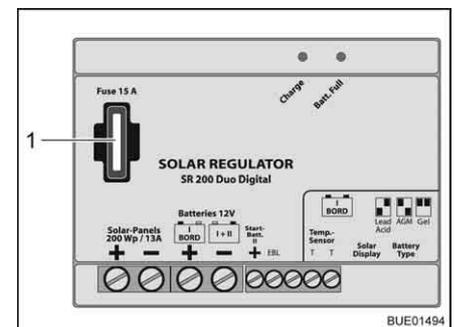

Bild 183 Sicherung Solar-Laderegler 200 W
- Flachsicherung 15 A/blau (Bild 183,1) wechseln.